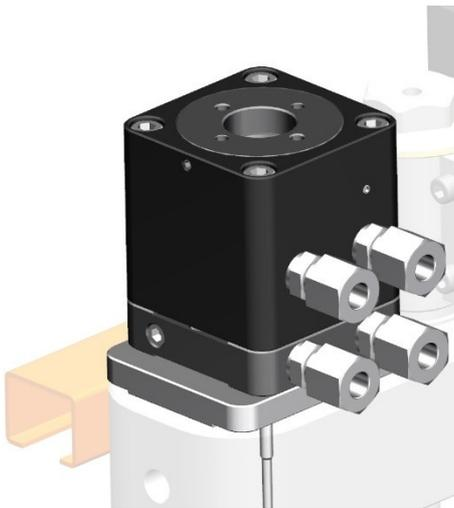
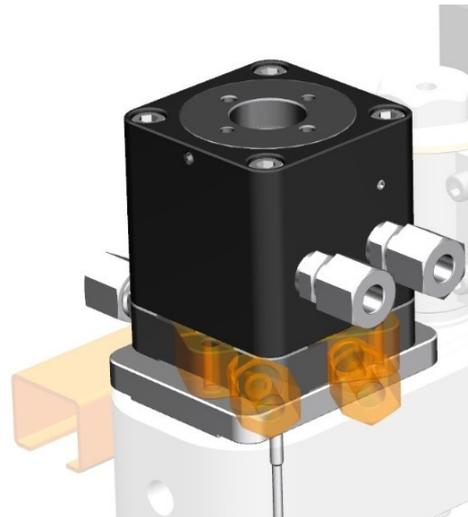

Figura 52: Actuación y refrigeración en el mismo sentido
Figura 53: Actuación y enfriamiento compensado en 180°
- 4) Luego monte el bloque hidráulico con los 4 tornillos de cabeza hueca. También puede montarlo de forma que las conexiones de la placa de refrigeración y las del bloque hidráulico estén desplazadas 180 ° entre sí (cf. Figura 52 y Figura 53)